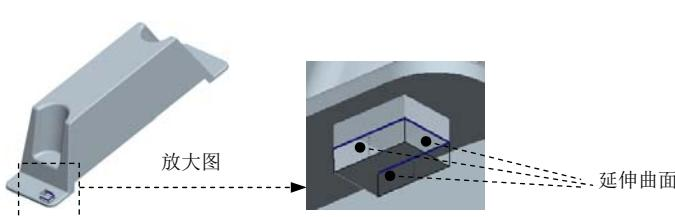

图 12.11 延伸曲面
- (5) 单击**模具**功能选项卡**操作**▼区域中的“复制”按钮。
- (6) 单击**模具**功能选项卡**操作**▼区域中的“粘贴”按钮，系统弹出**曲面：复制**操控板。
- (7) 在**曲面：复制**操控板中单击按钮。
- Step5. 创建延伸曲面 1，填补图 12.11 所示坯料的表面。